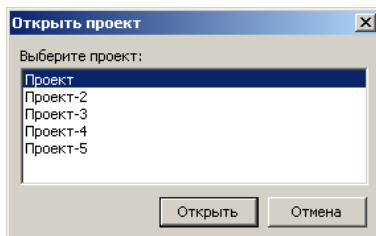

Рис. 2.7 Окно «Открыть проект».
- ☐ с помощью команды **ПРОЕКТ - Открыть**, при выборе которой в открывшемся окне «Открыть проект» (Рис. 2.7) необходимо выбрать наименование проекта и нажать кнопку «ОК».